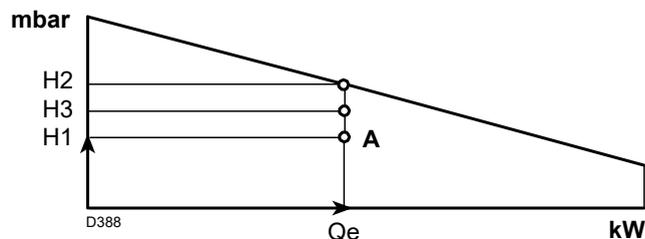

Fig. 3
- 4 Tracer une verticale à partir du **point A** (Fig. 3) et trouver la pression maximum « **H2** » de la plage de puissance.
- Si « **H3** » est supérieur à « **H1** » (Fig. 3), le brûleur peut émettre le débit requis.